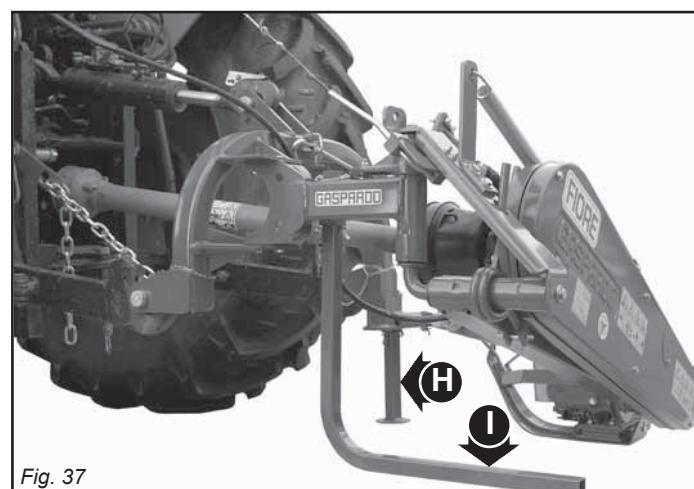

Fig. 37
- **Infine, sistemarla in un ambiente asciutto, fuori dalla portata dei non addetti; la falciatrice deve essere predisposta in un terreno piano e compatto, sostenuta dagli appositi puntelli di sostegno (H-I, Fig. 37).**